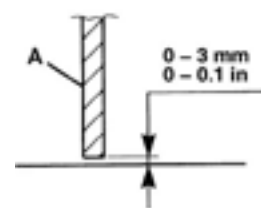
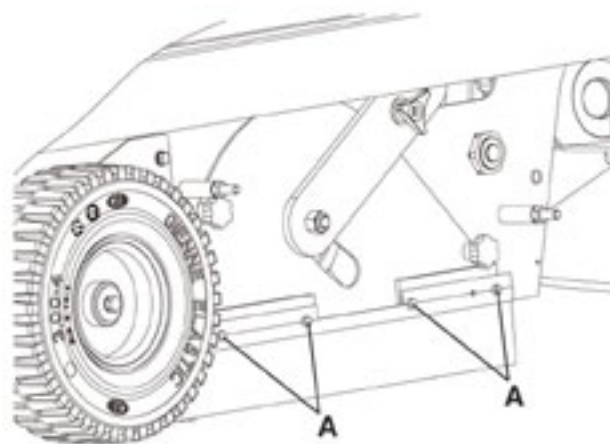

图 13
图 16
- 3) 检查侧裙边 (11 和 12) 的离地间隙是否在 0-0.12 英寸 (0-3 毫米) 之间 (图 13 A)，如果必要，通过滑槽里的螺钉 (图 16 A)，调整裙边的高度。